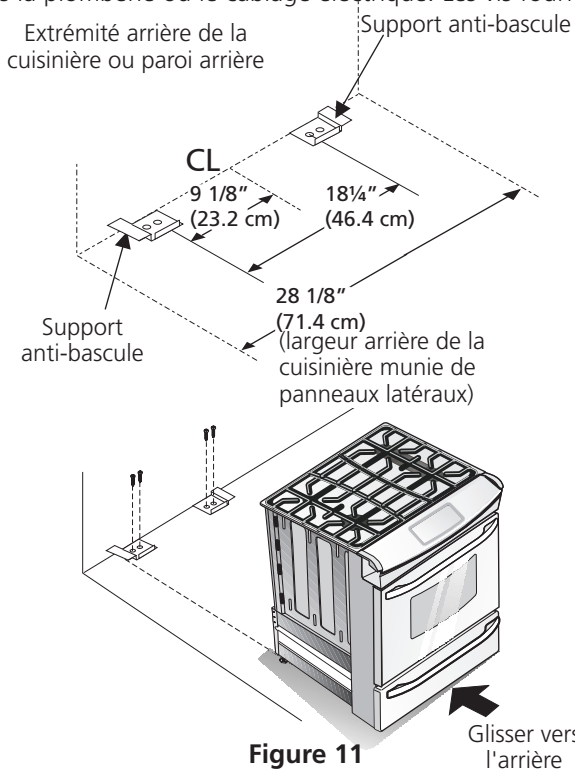

Figure 11
1. Dépliez le gabarit de papier et placez-le à plat sur le plancher, l'endos et les extrémités des côtés exactement à l'endroit où l'arrière et les côtés de la cuisinière seront placés lors de l'installation (utilisez le diagramme ci-dessous pour localiser les supports anti-basculés si le gabarit de papier n'est pas disponible (Figure 11)).